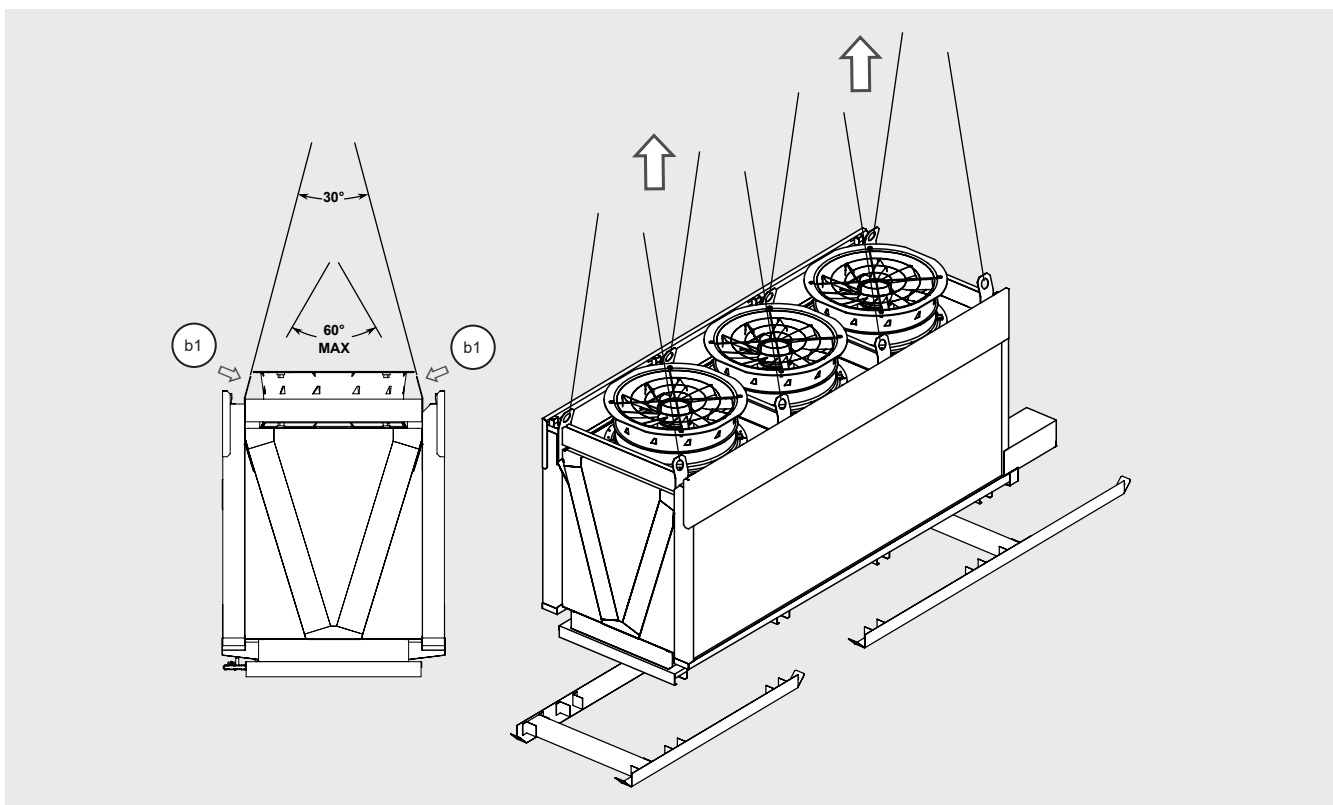

Abbildung 7
5.5 Bringen Sie den Kran an den Hebepunkten (b1) an, heben Sie das Modell an und setzen Sie es an seinem endgültigen Standort ab. Verwenden Sie alle Hebepunkte. Siehe Abbildung 7.